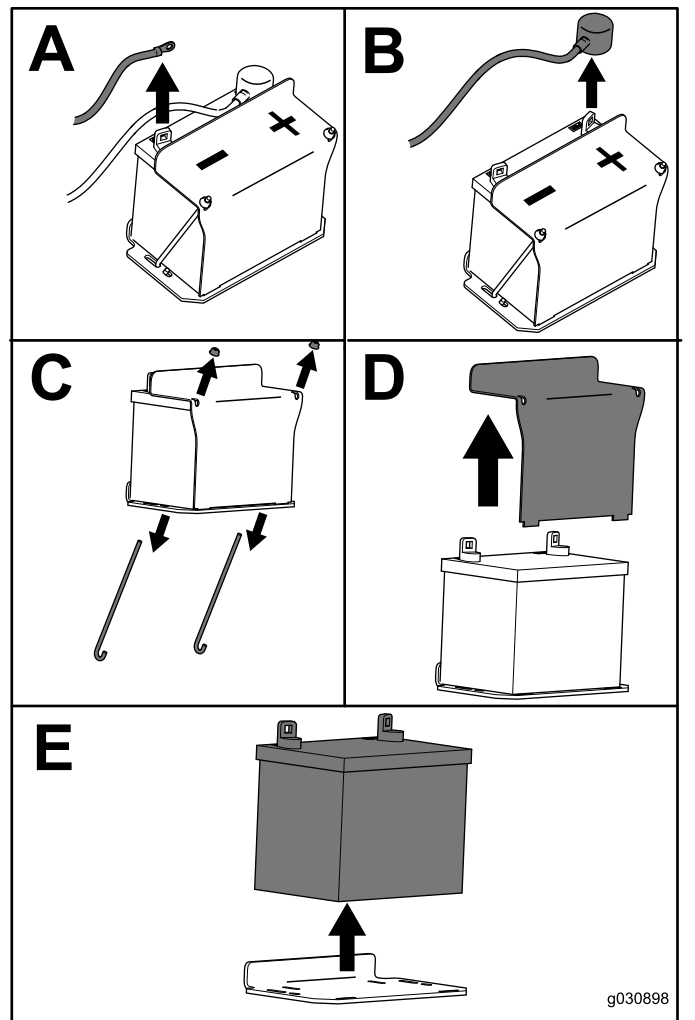

Figure 48
3. Retirez la batterie, comme montré à la Figure 48.